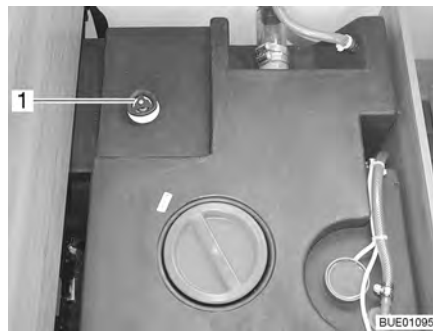

Fig. 177 Réservoir d'eau avec poignée tournante
- Faire tourner la poignée tournante (Fig. 177,1) du réservoir d'eau à fond dans le sens contraire des aiguilles d'une montre au-delà de la résistance pour ouvrir entièrement l'ouverture d'écoulement.